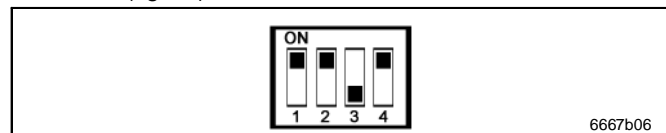

Fig. 28 Interruptor DIP, sistemas Centro-Matic® - ajuste
- ➔ Primero, ajuste SW1 hasta SW3 en "1-1-0" (ON-ON-OFF). Después, ajuste el interruptor DIP de la derecha (SW4) en ON (fig. 28).